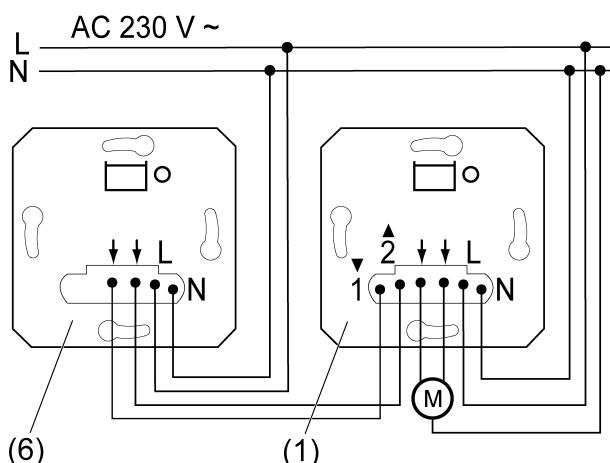

рисунок 2: Вставка с подчиненным узлом локальной сети
- Подключить вставку жалюзи (1) (рисунок 2). При этом следует учитывать поперечные сечения проводов, на которые могут устанавливаться зажимы (рисунок 3). Опция: подключение подчиненного узла локальной сети (6). Вместо вставки жалюзи в качестве подчиненного узла локальной сети может также использоваться механический кнопочный выключатель или переключатель жалюзи.